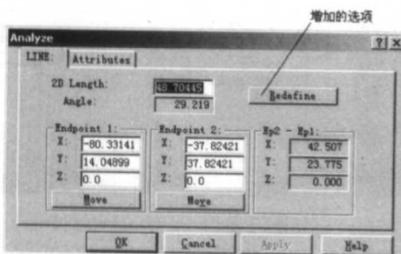

图 1-36
(8) 改进了右键菜单，Mastercam 8 只有 11 个选项，而 Mastercam 9 有 13 个选项。
(9) 在 Analyze (分析) 菜单增加了 Small Surface (小曲面)，改进了检查实体的内容，在“分析编辑”对话框，增加了“重新定义”按钮，如图 1-36 所示。